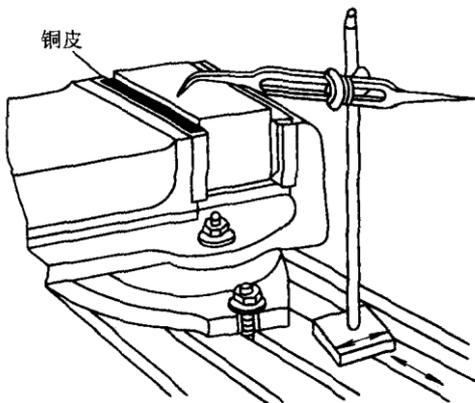

图 a-29 钳口垫铜皮装夹毛坯料
1) 毛坯件的装夹装夹毛坯件时，应选一个大而平整的毛坯面作粗基准面，将这个面靠在固定钳口面上。在钳口和工件毛坯面间垫铜皮，防止损伤钳口。轻夹工件，用划线盘校正毛坯上平面位置，符合要求后夹紧工件，见图 a-29。